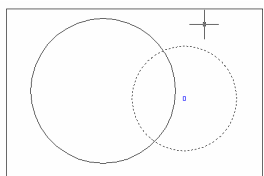

图 15-23 选取小圆
(3) 按 Enter 键进入下一个进程, 然后选取小圆面域, 如图 15-23 所示。